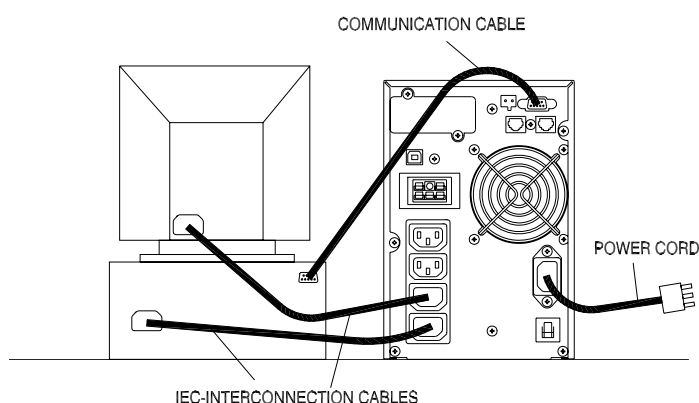

рис. 3. Пример подключения устройств Plug&Play
- По завершении зарядки подключите нагрузку к ИБП, см. пример на **рис. 3**.